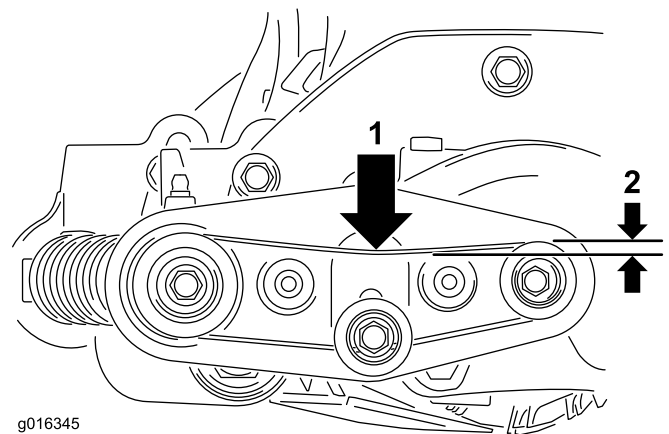

Bild 22
- 12. Prüfen Sie die Spannung des Bürstentreibriemens. Der Riemen sollte sich in der Mitte ca. 6 mm durchbiegen, wenn Sie eine Kraft von 1 kg anwenden, siehe Bild 22.